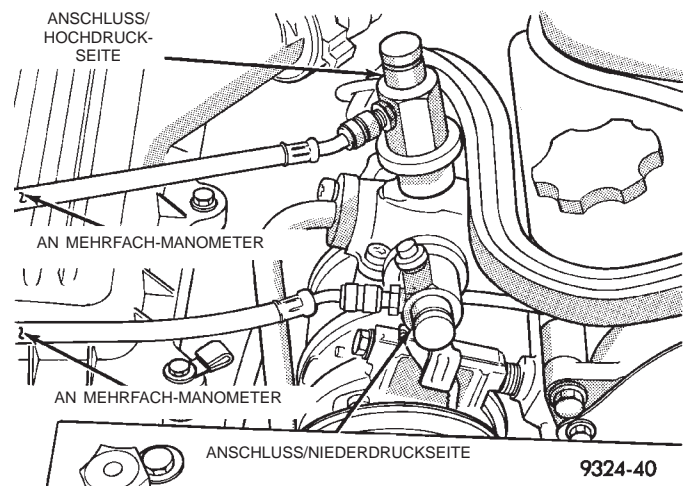

Abb. 11 Mehrfach-Manometer anschließen (3.2L-/3.5L-Motor)
- Mit Hilfe eines Mehrfach-Manometers (Abb. 11), eines Temperaturmeßfühlers und der Füllstandsta-